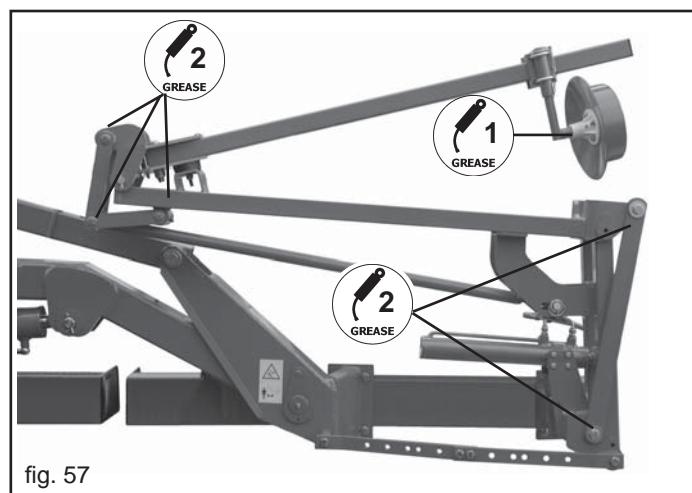

fig. 57
- Die Bolzen der Spurmarkierer-scheiben (1, Abb. 57) schmieren
- Alle Gelenke der Spurreißer (2, Abb. 57) schmieren.